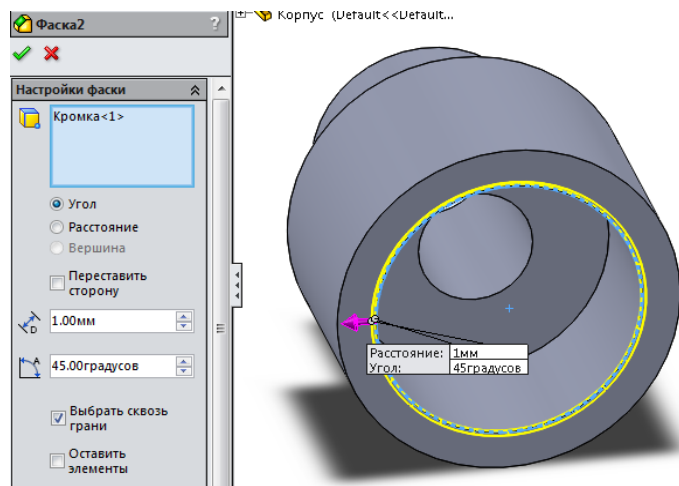

Рисунок 4.5 – Фаска 1 мм
12. Натисніть кнопку "Фаска" і встановіть параметри фаски, діючи так, як показано на рисунок 4.5